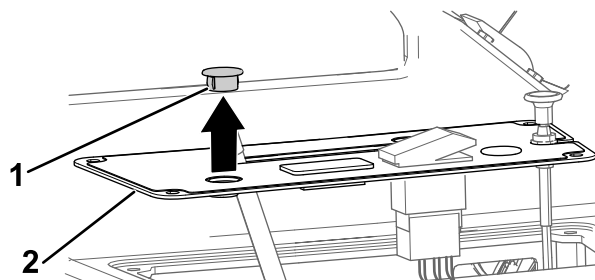

図 4
2. コントロールパネルのカバーについている、丸いプラグを外す 図 4。